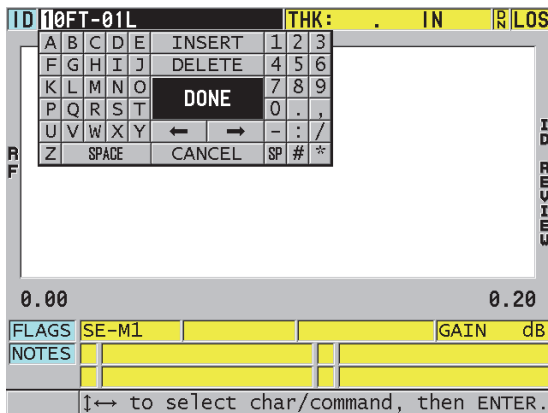

図 11-28 ID 番号編集モードの編集
4. [ID#] をもう一度押し、ID 値を変更します（212 ページの図 11-28 参照）。